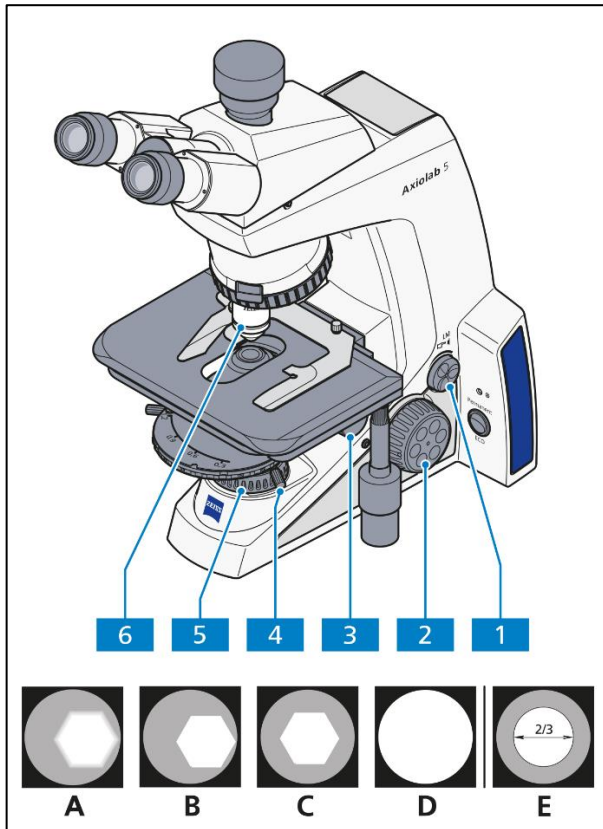
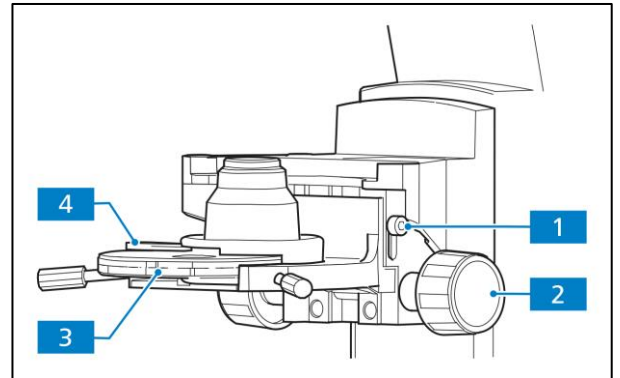

Abb. 4-3 Mikroskopeinstellungen im Durchlicht-Hellfeld
Abb. 4-4 Höhenanschlag am Kondensorträger einstellen
(3) Durchlicht-Hellfeld nach KÖHLER einstellen
- Bildhelligkeit mit Regler für Lichtintensität/LM (Abb. 4-3/1) am Mikroskopstativ einstellen.
- Falls Kondensoren mit schwenkbarer Frontlinse eingesetzt werden, diese bei Objektiven $\geq 10x$ in den Strahlengang einschwenken und Kondensor mit Rändelknopf für Höhenverstellung (Abb. 4-3/3 bzw. Abb. 4-4/2) bis an den oberen Anschlag stellen. Der Anschlag muss so eingestellt sein, dass das Präparat nicht durch den Kondensor ausgehoben wird (Einstellen des Kondensoranschlages, siehe Abschnitt 4.2.1 (4)).
- Bei Kondensoren mit Revolver-/Modulatorscheibe mit Rändelring (Abb. 4-4/3) Position **H** (oder **B** = Hellfeld) einstellen.
- Objektiv 10x am Objektivrevolver (Abb. 4-3/6) einschwenken und mit Fokussiertrieb (Abb. 4-3/2) fokussieren.
- Leuchtfeldblende (Abb. 4-3/5) so weit schließen, dass sie im Sehfeld (auch unscharf) sichtbar wird (Abb. 4-3/A).
- Kondensor mit Kondensortrieb für Höhenverstellung absenken, bis der Leuchtfeldblendenrand hinreichend scharf erscheint (Abb. 4-3/B).
- Leuchtfeldblendenbild mit beiden Zentrierschrauben (Abb. 4-3/4) am Kondensorträger zentrieren (Abb. 4-3/C) und anschließend die Leuchtfeldblende so weit öffnen, dass der Blendenrand gerade aus dem Sehfeld verschwindet (Abb. 4-3/D).
- Zur Aperturblendeneinstellung (Kontrast) ein Okular aus dem Tubusstutzen herausnehmen und mit bloßem Auge in den Stutzen hineinschauen. Aperturblende mit dem Stellhebel (Abb. 4-4/4) auf ca. $\frac{2}{3}$ - $\frac{4}{5}$ des Durchmessers der Objektivaustrittspupillen einstellen (Abb. 4-3/E). Diese Aperturblendeneinstellung bietet in den meisten Anwendungsfällen den besten Kontrast bei fast voller Auflösung und damit für das menschliche Auge den günstigsten Kompromiss.
(4) Höhenanschlag am Kondensorträger einstellen
- Feststellschraube (Abb. 4-4/1) des Höhenanschlages mit Innensechskantschlüssel (SW 3) lösen.
- Leuchtfeldblende zuziehen und durch Höhenverstellung (Abb. 4-4/2) des Kondensors scharf abbilden.
- Befestigungsschraube (Abb. 4-4/1) des Höhenanschlages anziehen.